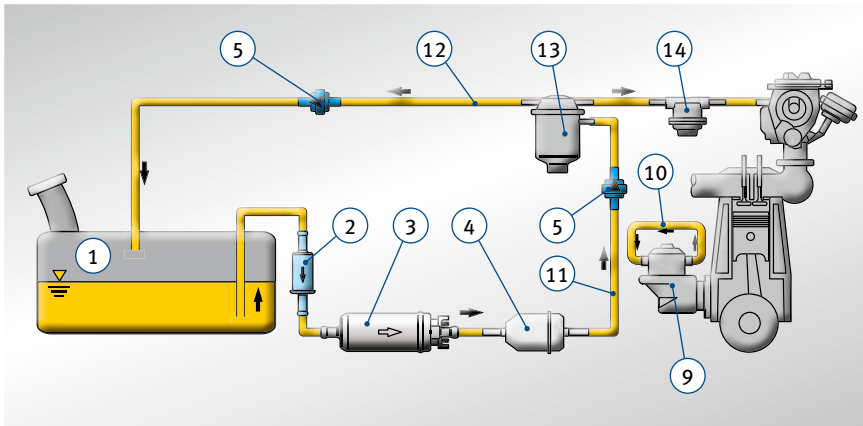

Fig. 6: Repuesto para una bomba mecánica de combustible
**Ejemplo: Repuesto para una bomba mecánica de combustible (Fig. 6)**